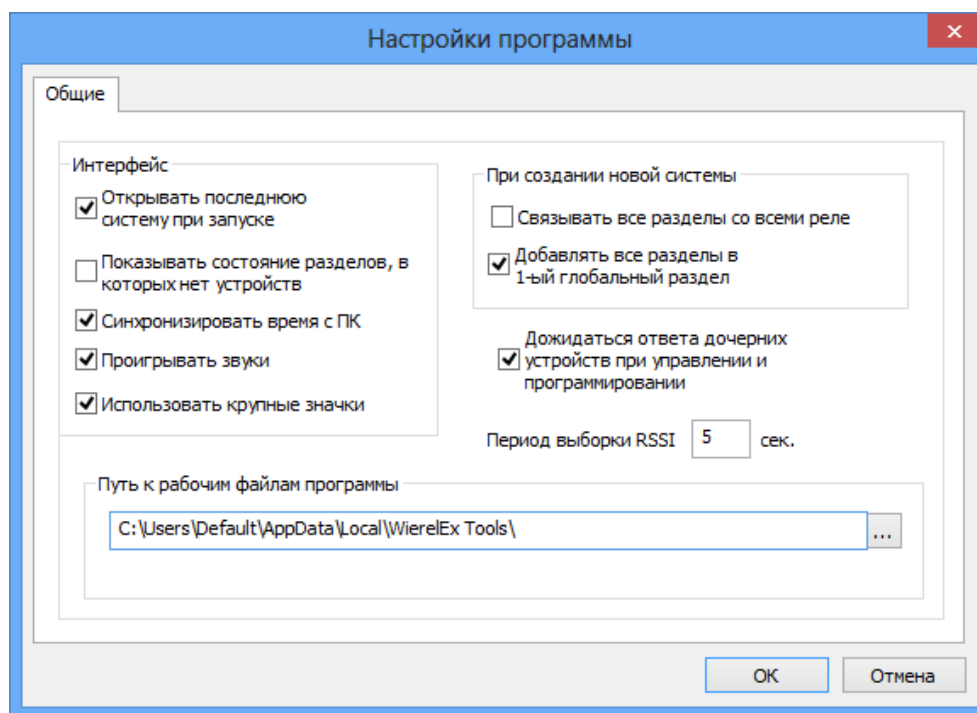

Рис. 24
**Настройки программы** доступны для изменения из главного меню программы: Главное меню/Установки/Настройки (Рис. 24).